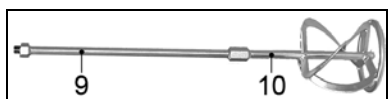

Рис. 3
7.1. Сборка перемешивающей насадки МЭ-1200Э (Рис. 3)